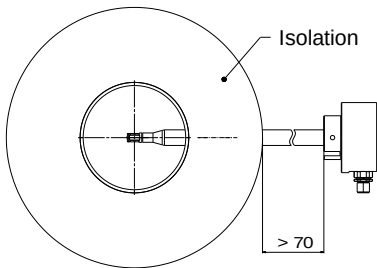

Figure 3-1
L'utilisation dans des gaz chauds nécessite un tronçon d'air libre d'une longueur de 70 mm au moins du tube du capteur (calculé à partir du boîtier du capteur) sans des matériaux environnants empêchant la convection (par exemple une isolation thermique) afin de garantir un refroidissement suffisant (voir Figure 3-1).
Le milieu de la tête à chambre auquel l'indication de longueur (L) de la sonde se réfère, représente le point de mesure réel du flux et doit être placé le plus favorablement possible dans le flux, par ex. au milieu du tube (voir également Figure 3-1).